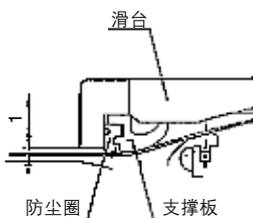

图3
- c. 端盖组件下部与缸筒上面的间隙量为1mm左右, 调整端盖后固定。对侧也使用相同方法固定。(图3)
- 端盖下部与缸筒上面的间隙量为1mm左右,调整并固定端盖。此时,请注意安装时不要让防尘圈脱落、扭曲。(图3)